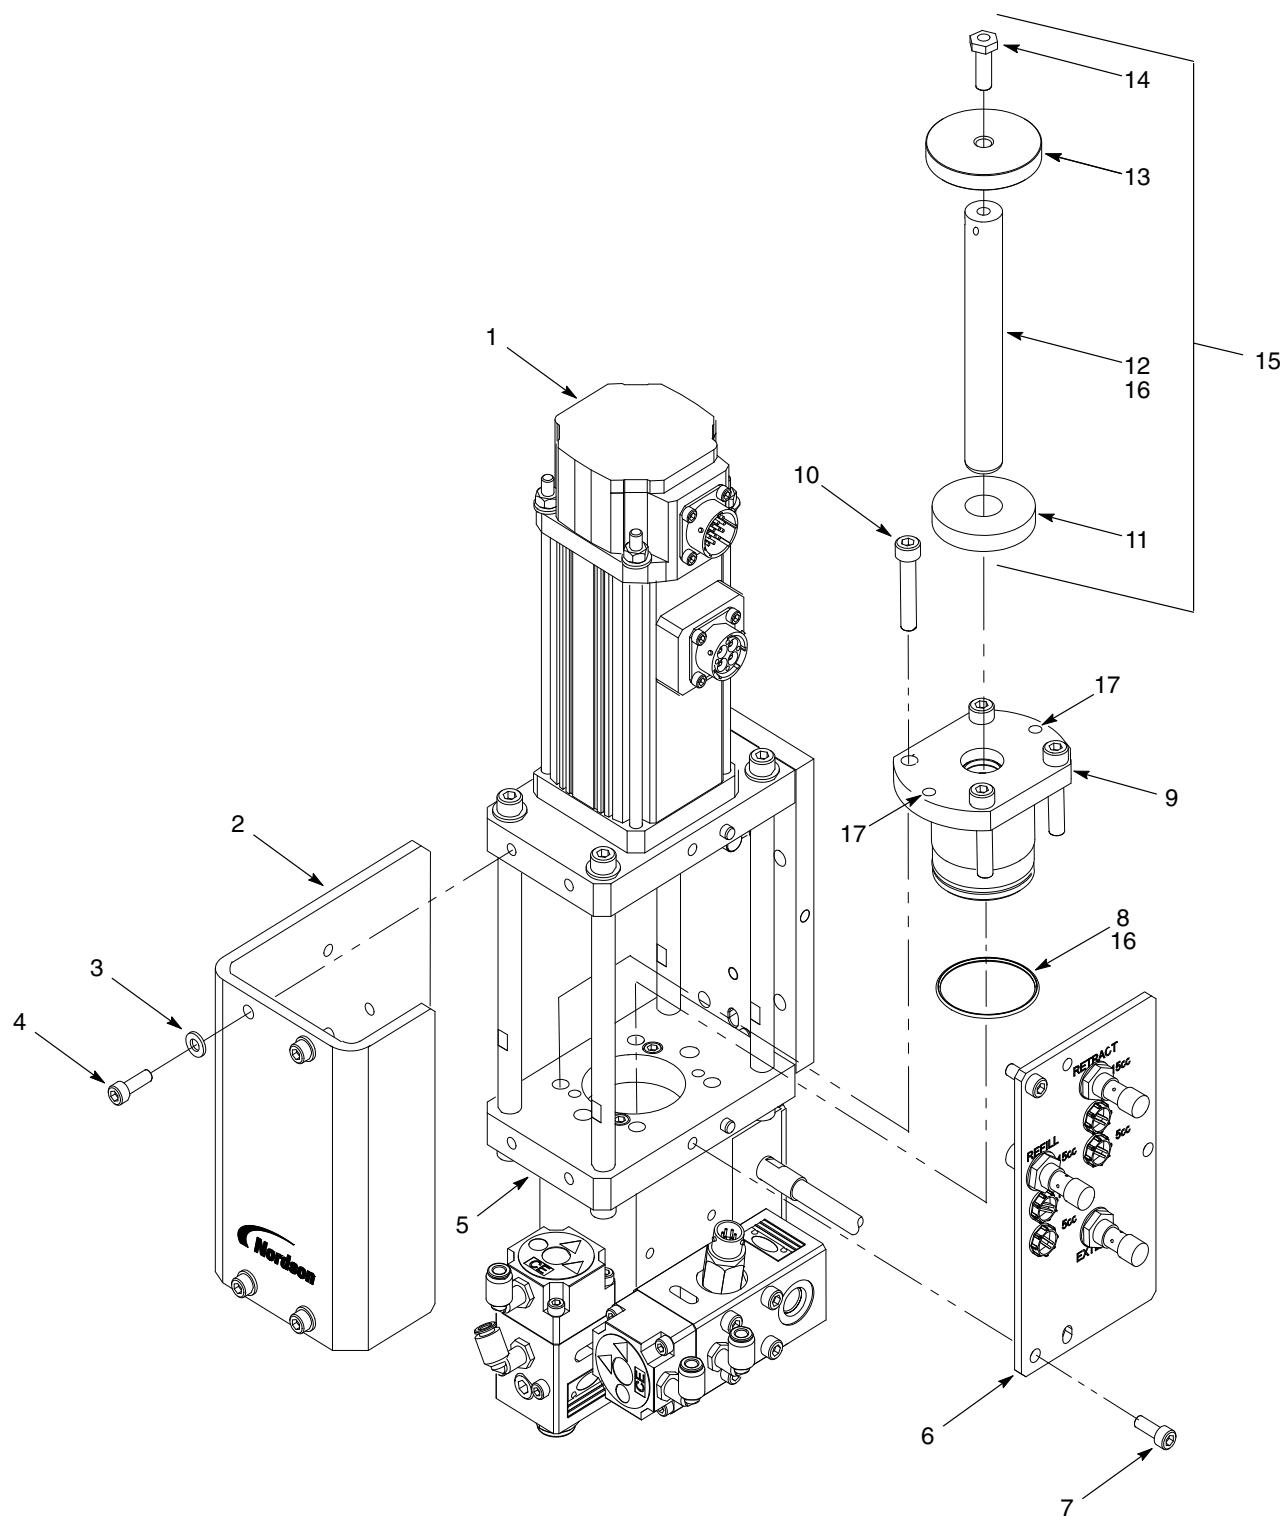

图 13 柱塞和压盖组件的维修
2. 详见图13。拆下将覆板(2)固定在线性传动器(1)和外壳法兰(5)上的螺钉(4)和垫圈(3)。
1. 详见图13。使用TFE润滑脂(16)润滑压盖组件O形圈(8)和压盖组件(9)的内径。